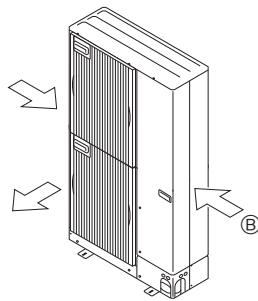

Fig. 2-16
- ② Placer l'appareil de sorte que la sortie d'air souffle dans la direction perpendiculaire à celle des vents saisonniers, si celle-ci est connue. (Fig. 2-16)